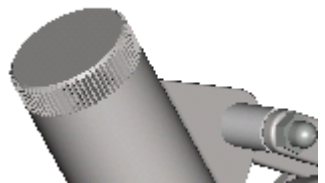

图 12.5.30 装配机体盖
Step25. 增加固定元件：装配机体盖（body_cap）。按照与 Step7 相似的操作方法，装配机体盖（body_cap.prt），如图 12.5.30 所示。